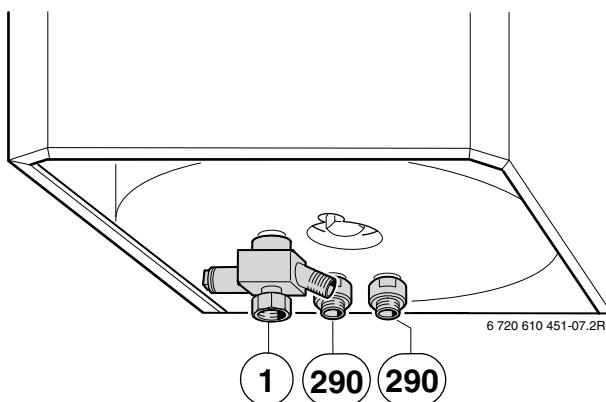

Afb. 13
- 1) Monteer bovendien de flexibele pasbuis (afbeelding 12) en het restrictie-inzetstuk (afbeelding 13) uit het toebehoren nr. 851.